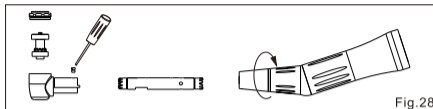

Fig.28
- 4) Sätt in det nya urverket i nackstödet och se till att urverket är på plats.5) Dra åt bakstycket först och montera sedan det andra tillbehöret ordentligt (Fig. 28)
- 5) Dra åt bakstycket först och montera sedan det andra tillbehöret ordentligt (Bild 28)
- 4) Sätt i en ny patron i huvudet (Fig. 28).